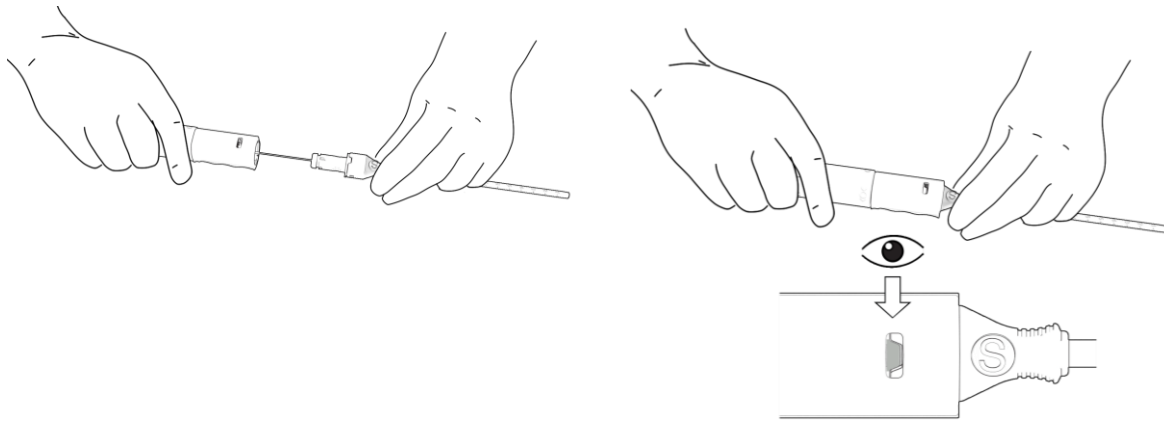

Figure 10. Insertion du dispositif de fermeture PerQseal® dans la gaine d'introduction.
- Avec le raccord de la gaine d'introduction dans une main et le manche du dispositif dans l'autre, faire progresser soigneusement le manche du dispositif. S'assurer que les indicateurs de la gaine d'introduction et le manche sont alignés, et que l'ensemble canule de chargement/raccord de gaine se verrouille (clic) dans le manche du dispositif. Noter l'indicateur de couleur verte dans la fenêtre. Celle-ci confirme le bon verrouillage du manche du dispositif de fermeture PerQseal®. Figure 10.